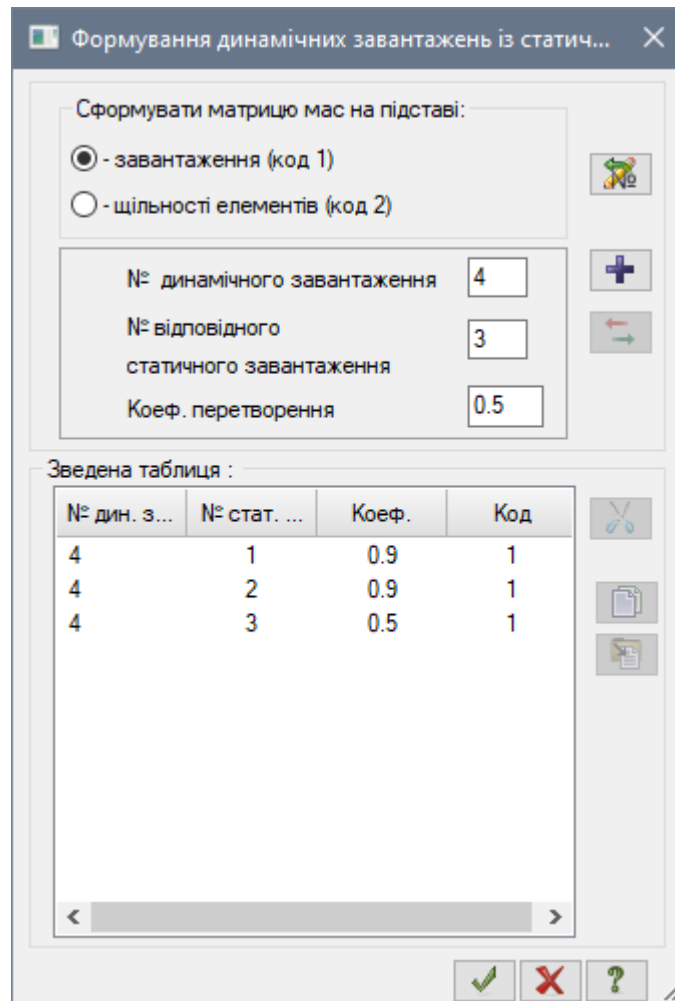

Рис. 11.25. Діалогове вікно **Формування динамічних завантажень із статичних**
- Відкрийте діалогове вікно **Формування динамічних завантажень із статичних** (рис. 11.25) натиснувши на кнопку  – **Врахування статичних завантажень** (панель **Динаміка** на вкладці **Розрахунок**).